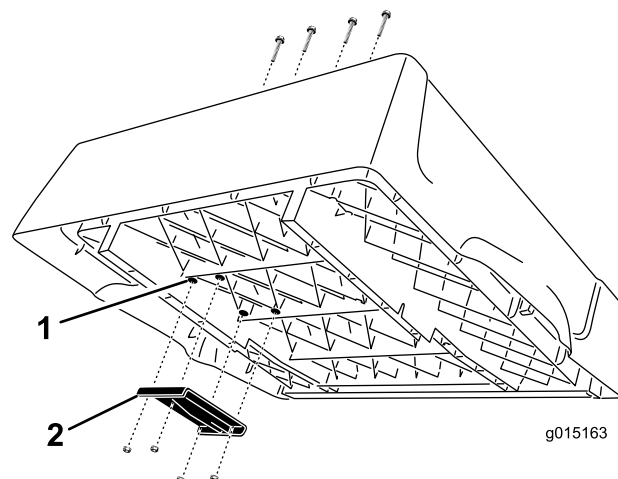

図 3
1. 荷台の右側の裏側にあるボス（4ヶ所）を探し出す（図 3）。3/8 インチのドリル・ビットを使って、ボスから荷台表面まで、4つの貫通口を注意深く開ける。
2. 荷台の裏側に、上側昇降ブラケットを取り付ける；十字平頭ねじ（3/8 x 2-1/2 inches）（4本）とフランジ・ロックナット（Whiz lock）（3/8 インチ）を使用する。ブラケットは図 3 のように組み付ける。